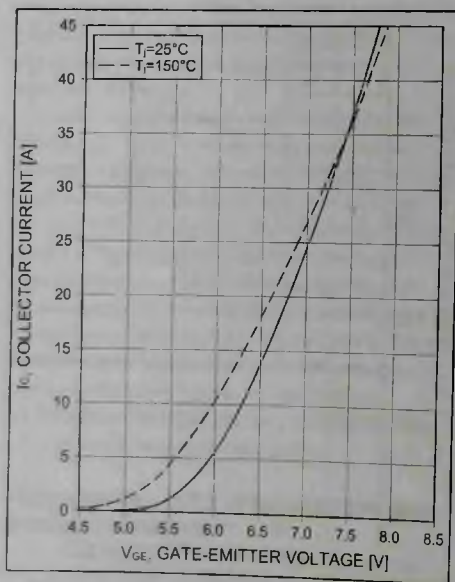

Рис. 3. Переходные характеристики транзистора IKA15N65F5 с $V_{GE(th)} = 3,2...4,8$ В при различных температурах кристалла
- $V_{GE(th)}$ — пороговое напряжение «затвор-эмиттер» (Gate-emitter Threshold Voltage), напряжение на затворе, при котором начинает открываться биполярный транзистор IGBT. На рис. 3 приведены переходные характеристики транзистора IKA15N65F5 с $V_{GE(th)} = 3,2...4,8$ В при различных температурах кристалла.